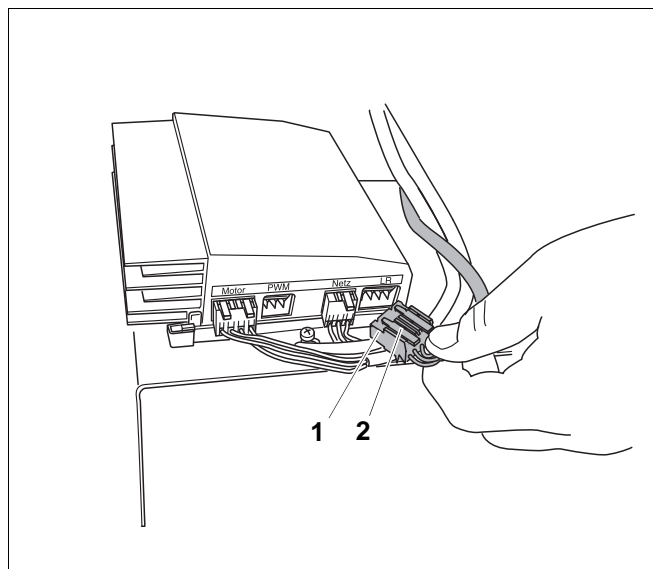

Рис. 6 Вынуть или вставить LR-штекер
- вставлен ли LR-штекер (рис. 6).